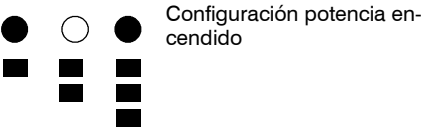

fig. 7.4
- 5 Para configurar la potencia de encendido, los indicadores luminosos de señalación se deben visualizar como se indica en fig. 7.4